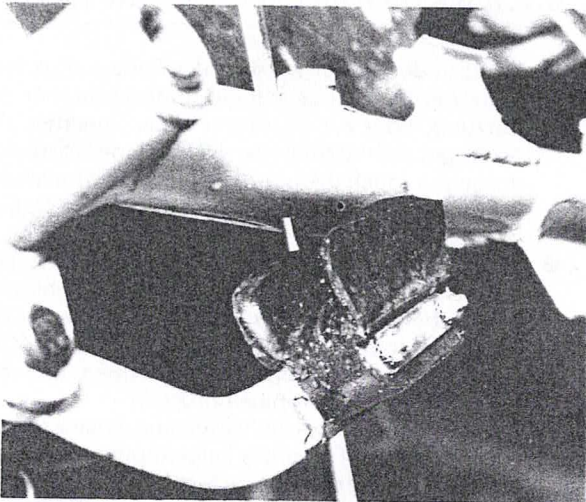

Bild 183
- Bei richtiger Kettenspannung beträgt das Spiel in der Mitte des oberen Kettentrums etwa 20 mm. Die Bultaco-Maschinen sind mit einem automatischen Kettenspanner versehen, der am unteren Kettentrum angreift, und ein gewisses zusätzliches Spiel aufzunehmen vermag (Bild 183). Der Kettenspanner ist auf einer Büchse gelagert, deren Abnutzung gelegentlich geprüft werden sollte. Der Kettendurchhang ist immer mit ausgeschaltetem Kettenspanner zu prüfen.